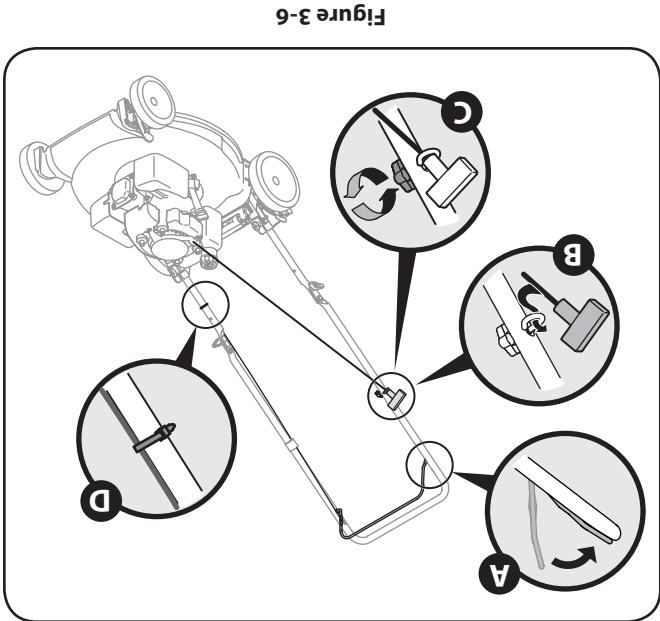

Figure 3-6
- Le guidon supérieure est installé sur la droite maintient le guidon. Desserrer le bouton à oreilles qui du guidon supérieure. Tenez la corde de la corde en place. Voir la Figure 3-6.
- a. Tenez la corde de la corde du démarreur qui maintient le guidon. Desserrer le bouton à oreilles qui du guidon supérieure. Tenez la corde de la corde en place. Voir la Figure 3-6.
- b. Dégagez lentement la poignée du démarreur à la lanceur du moteur et faites passer la corde dans son guidon. Voir la Figure 3-6.